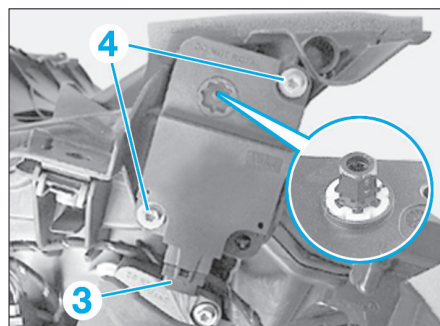

Fig. 48
- Débrancher le connecteur (3) (Fig.48).